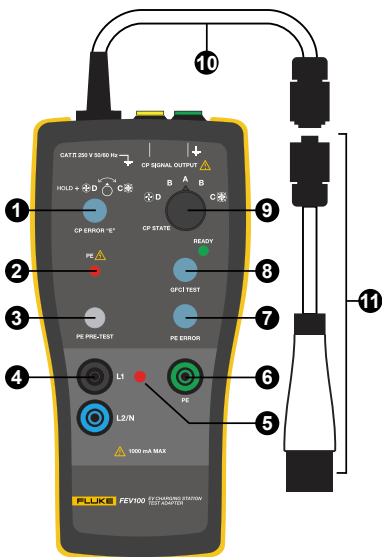

Figura 2. Función del panel frontal
2. Toque la sonda con un dedo desnudo. Si la luz de PE (elemento **2**, Figura 2) está encendida, entonces hay una tensión peligrosa en el conductor de tierra. Deje inmediatamente de hacer pruebas y compruebe si hay un posible fallo en el cableado del conductor de tierra que se está probando. En caso de que se produzca este error, el terminal de tierra tiene una tensión peligrosa. Existe un alto riesgo de descarga eléctrica.